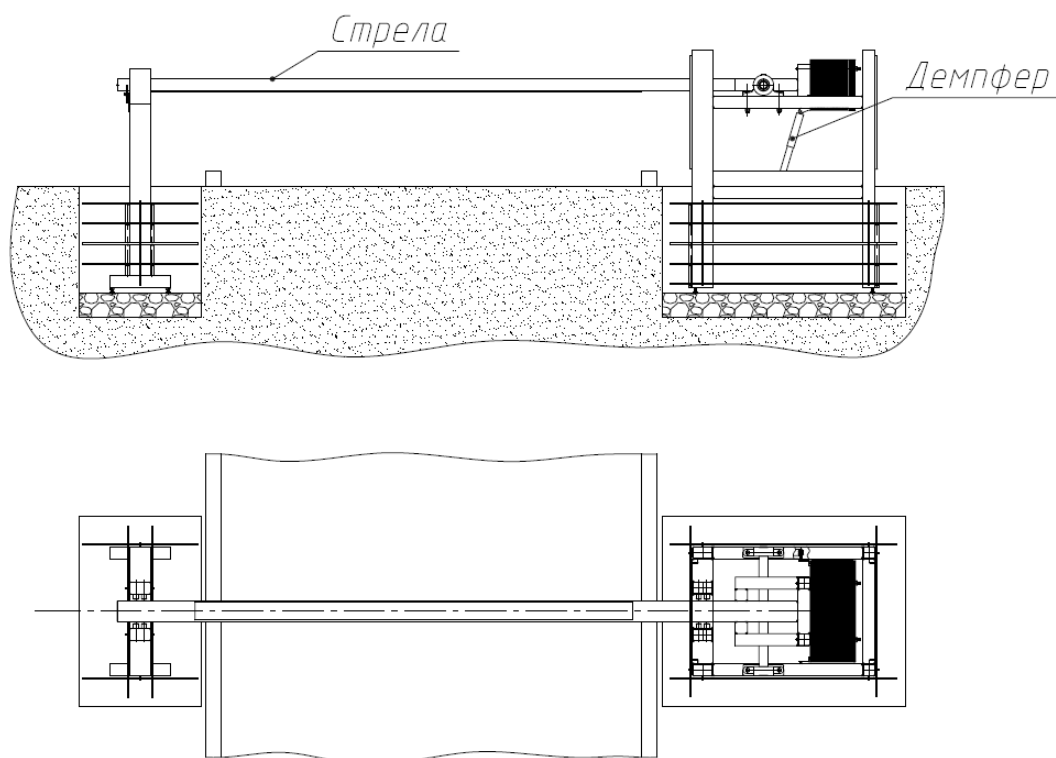

Рисунок 5
1.1.6 Установить на тумбу стрелу (рис. 5).
1.1.8 Установить демпфер (рис. 5).